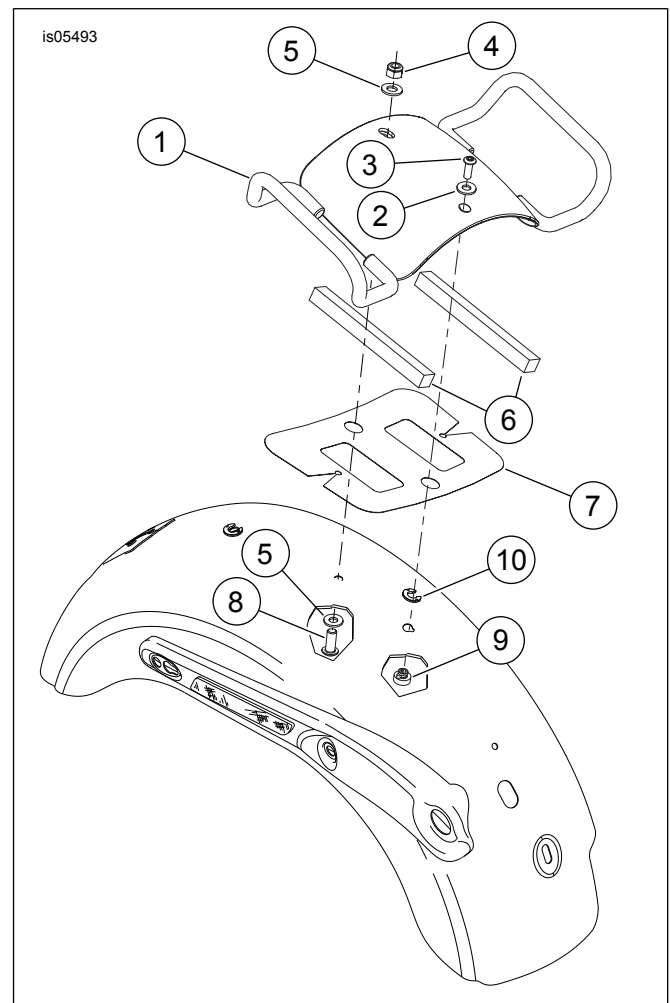

Abbildung 1. Ersatzteile: Soziushaltebügel
Siehe Abbildung 1 und Tabelle 1.
2. Siehe Abbildung 1 und Tabelle 1. Klebstoffabdeckung des Schaumstoffdistanzstücks (6) entfernen und den Schaumstoff an der Unterseite des Haltebügels (1) entlang der Außenkanten anbringen.
3. Die Öffnungen im Schutzklebeband (7) auf die Befestigungslöcher im Schutzblech ausrichten und das Klebeband am Schutzblech befestigen.
4. Die Sitzarretiermutter (9) mit Arretierscheibe (10) anbringen.
5. Den Haltebügel über den Befestigungslöchern ausrichten und mit der Unterlegscheibe (2) und Halbrundkopfschraube (3) an der Sitzarretiermutter befestigen.
6. Von der Unterseite des Schutzblechs eine Halbrundkopfschraube (8) und Unterlegscheibe (5) durch das Schutzblech und den Haltebügel schieben und mit einer Unterlegscheibe (5) und Sicherungsmutter (4) befestigen.